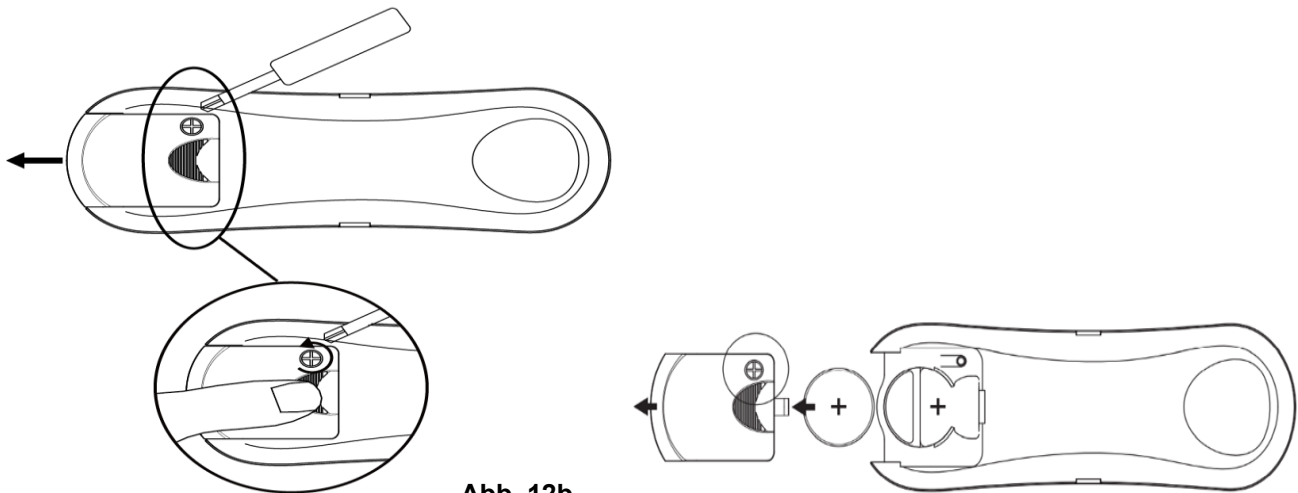

Abb. 12b
1. Drücken Sie zum Ersetzen der Batterie auf den oberen Teil der Batteriefachabdeckung und lösen Sie gleichzeitig die Schraube, um die Batteriefachabdeckung zu entfernen (Abb. 12b).
2. Schieben Sie die Batteriefachabdeckung von der Rückseite der Fernsteuerung, um das Batteriefach zu öffnen (Abb. 12b).